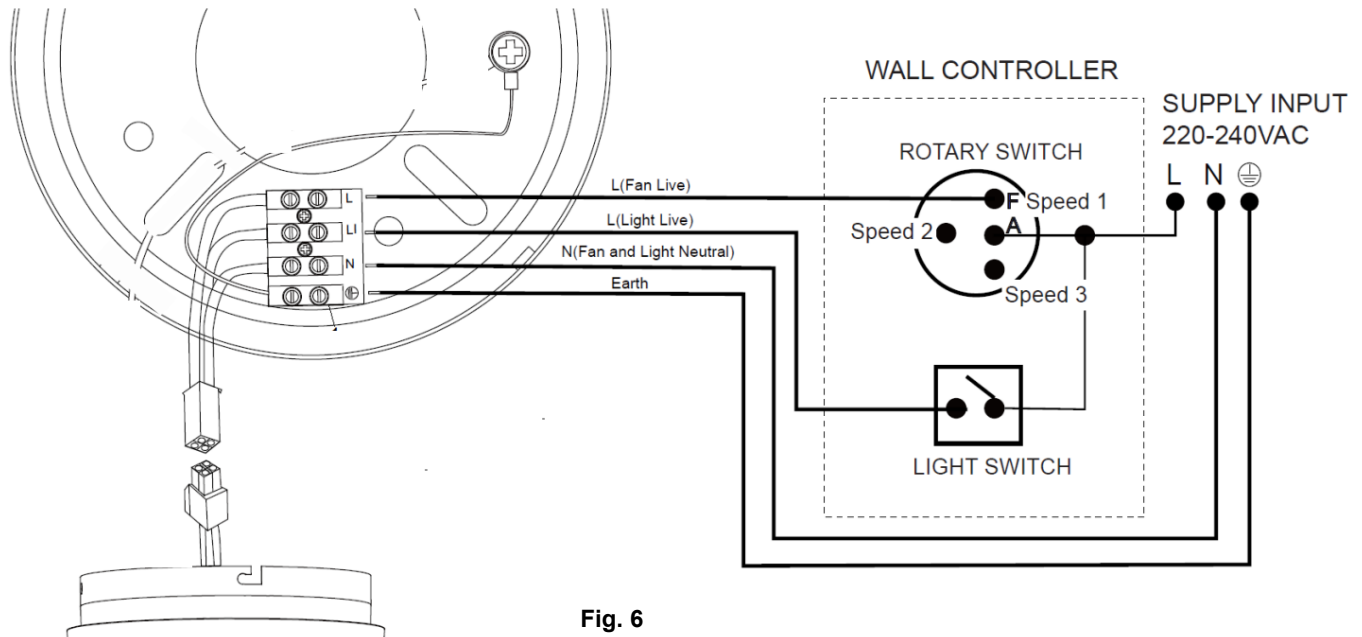

Fig. 6
- Complete el cableado eléctrico siguiendo el diagrama que aparece más abajo (Fig. 6).